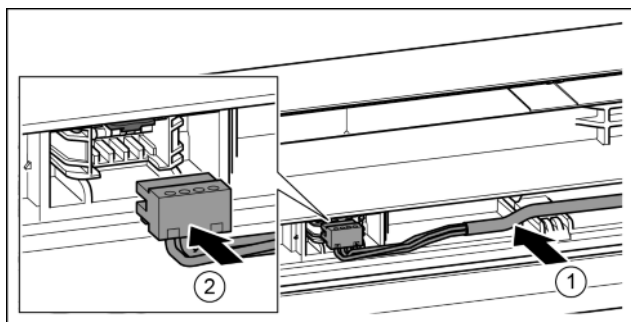

Fig. 35
- ▶ Вставить серый кабель в направляющую в верхней двери. Fig. 35 (1)
- ▶ Зафиксировать штекер. Fig. 35 (2)